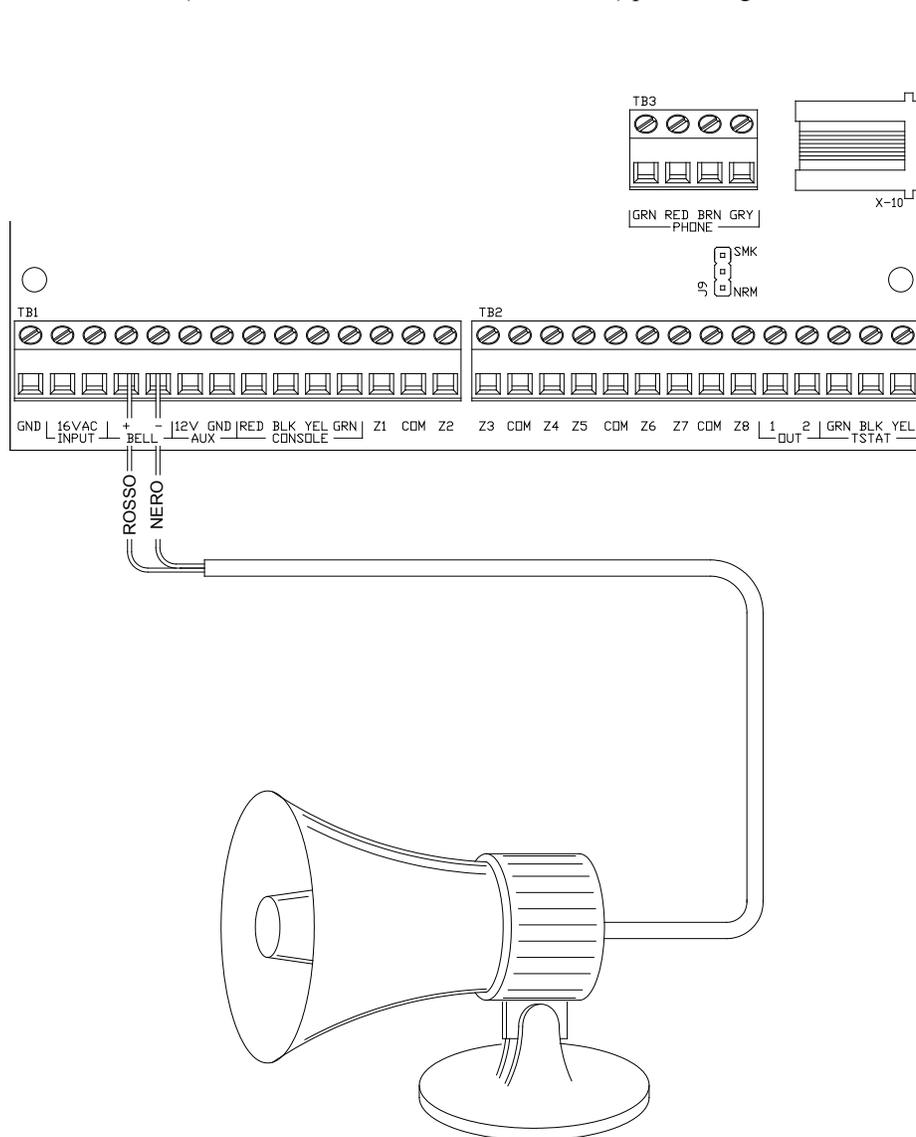

FIGURA 8 - COLLEGAMENTI DELLA SIRENA
4. Fare riferimento alla **FIGURA 8 (COLLEGAMENTI DELLA SIRENA)** per i collegamenti.